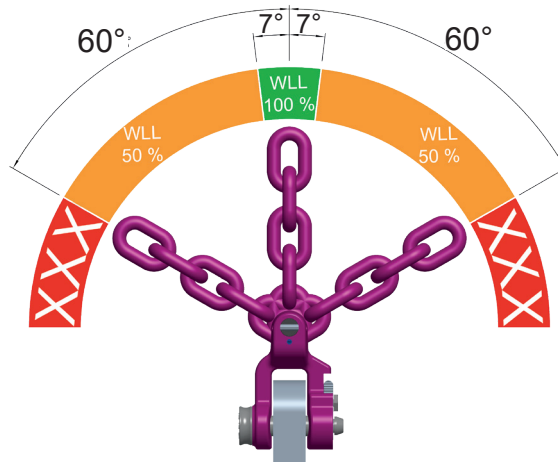

Fig. 11: Plages angulaires admissibles dans l'axe transversal
- Un chargement latéral dans l'axe transversal est possible, mais la charge maximale d'utilisation (CMU) doit être réduite de 50 % (Fig. 11).
- Montez le CCS-FASTLOX sur la marchandise à transporter de manière à ce que le corps de la manille soit sollicité dans son axe longitudinal. Un chargement latéral dans l'axe transversal est possible, mais la charge maximale d'utilisation (CMU) doit être réduite de 50 % (Fig. 11).
- Selon l'utilisation/la plage angulaire, les CMU suivantes s'appliquent aux CCS-FASTLOX (cf. Fig. 11 et Tableau 4 - CMU réduite) :